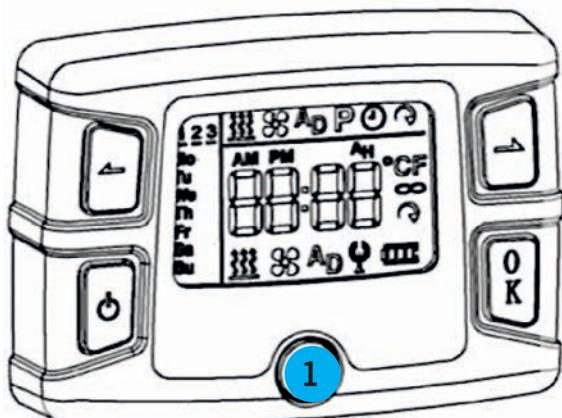

Fig. 43
Entfernen Sie die Abdeckkappe **Fig. 43 (1)**, um das Bedienelement festzuschrauben.